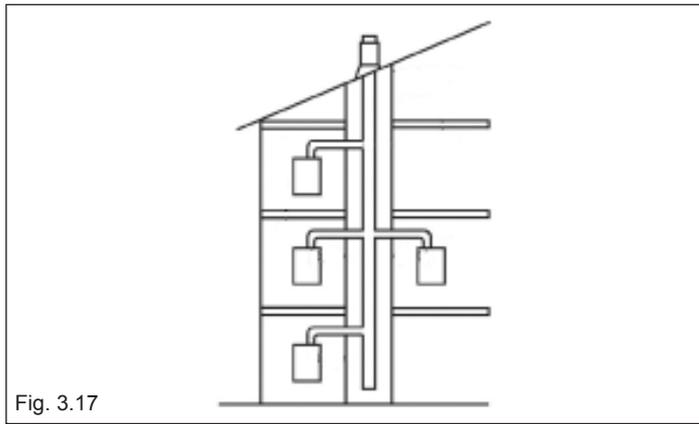

Fig. 3.17
- aprire di due o tre giri il tappo della valvola inferiore (A) di sfogo aria automatica, per permettere un continuo sfiato dell'aria, e lasciarlo aperto
- aprire il rubinetto di riempimento (C) fino a che la pressione indicata sull'idrometro sia compresa tra **1 bar e 1,5 bar** (fig. 3.17)